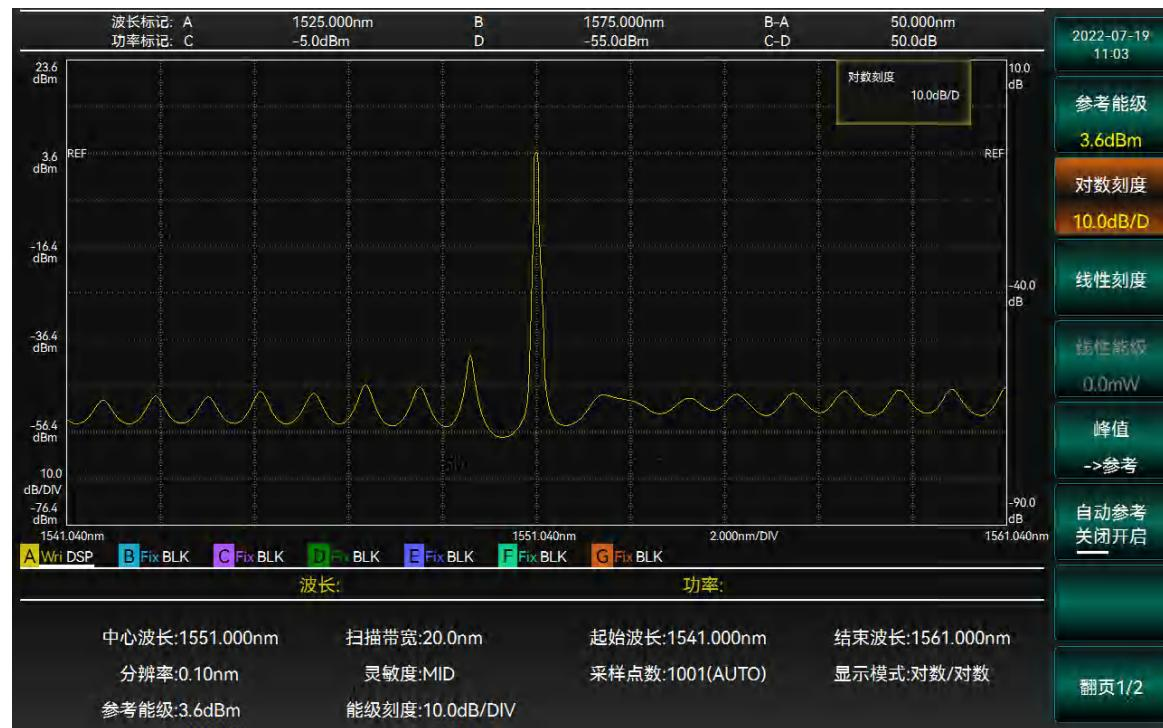

图 3-20 设置对数刻度界面
- 选择【对数显示】，通过旋钮或者数字键输入对数刻度值，完成设置，如图 3-20 所示。